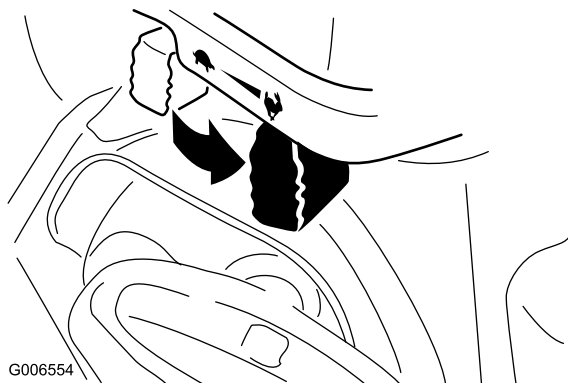

Рисунок 31
6. Переведите дроссельный кран в положение Fast (Быстро) (Рисунок 31).